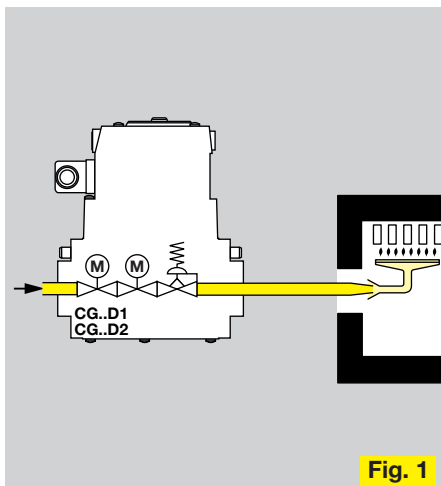

Fig. 1
- Fig. 1 Einstufige Gasspezialheizkessel, einstufige Wandheizkessel.
- Fig. 1 Single-stage special-purpose gas-fired heating boilers, single-stage wall-mounted heating boilers.
- Fig. 1 1-ступ. специальный отопительный котёл, 1-ступ. настенный отопительный котёл